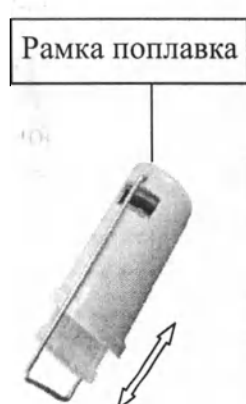

Рис. 4
• С силой нажимайте на рамку устройства защиты от перелива в направлении стрелки до тех пор, пока фиксаторы не выйдут из выемок на основании опоры поплавка (см. рис. 4).